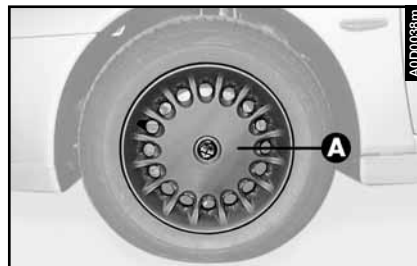

fig. 4
– Quitar el embellecedor de la rueda (**A-fig. 4**) (sólo para versiones con llantas de acero) haciendo palanca en el borde con el destornillador de cabeza plana que se encuentra en el bolso de herramientas.
– Quitar el embellecedor de la rueda (**A-fig. 4**), donde se monte, haciendo palanca en el borde con el destornillador de cabeza plana que se encuentra en el bolso de herramientas.